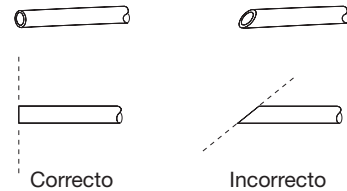

Figura 1
3. Corte y quite una sección de 15,2 cm de la tubería de suministro de agua al refrigerador. Use una cortadora para el tubo de cobre y un cuchillo de uso general para el tubo de plástico. Asegúrese de que los extremos estén rectos y libres de mellas ni rayaduras profundas (ver Figura 1).